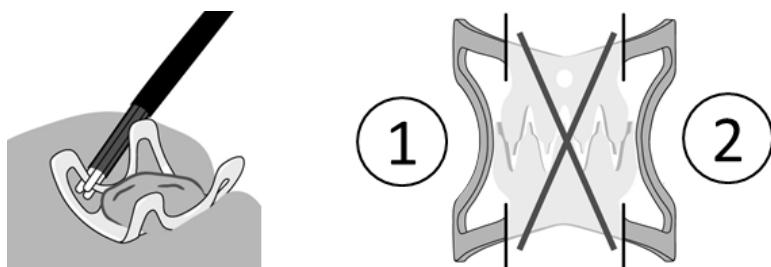

図 17 DC カッターによるクリップの切断
- (1) 内視鏡を切断・除去対象のクリップのあるところまで送達します。
- (2) 内視鏡の操作チャンネルに DC カッターを挿入し、チップの間にクリップが位置するようにしてクリップとの接触を保ってください。クリップと DC カッター間に十分な電気的接触があると、シグナル音が鳴り続けます。
- (3) シグナル音が鳴っている間に、フットスイッチを 1 回押して印加し、クリップの切断を開始します。1 回の切断プロセスが完了すると、シグナル音が止み、ステータスディスプレイが約 6 秒間緑色に点滅します。その後、シグナル音の断続音が鳴り、ステータスディスプレイは緑色に点灯し、DC インパルスが再び印加可能であることを示します。
- (4) クリップの歯が付いていない辺を向かい合わせで 2 箇所切断するのが望ましいです。(図 17
①の辺を切断した後に、②の辺を切断する)